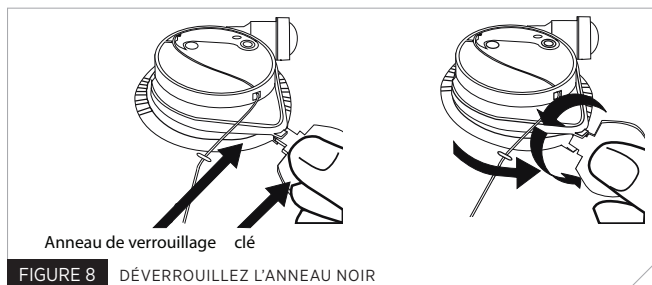

FIGURE 8 DÉVERROUILLEZ L'ANNEAU NOIR
- 2) Insérez la clé métallique entre l'anneau de verrouillage noir et le bouchon jaune portant une étiquette. Tournez la clé en sens antihoraire (Fig. 8).